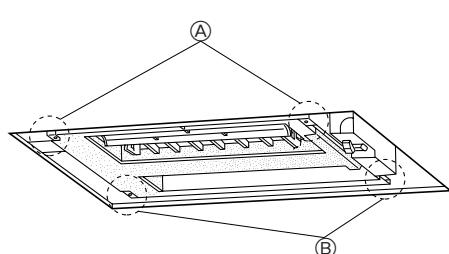

Fig. 5-2
5.2. Yerine yerleştirmeden önce yapılacak kontroller (Fig. 5-2, 3)